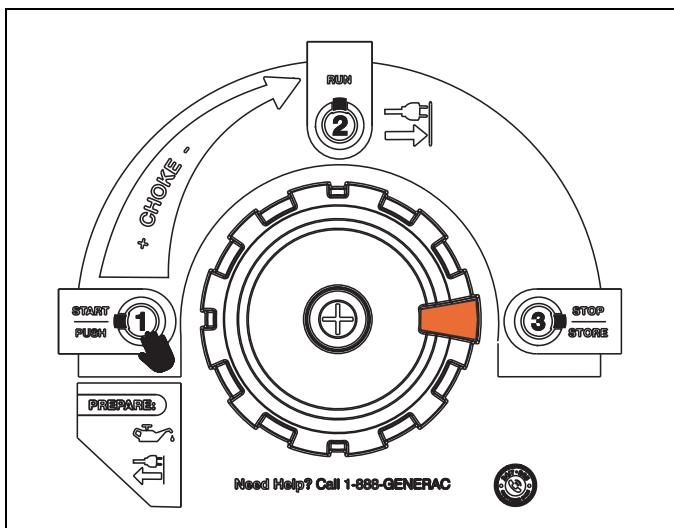

Figura 3-4. Posición STOP (Parada) de PowerDial
- Vea la Figura 3-4. Gire el PowerDial en sentido contrahorario a la posición STOP (Parada). Esto parará el motor e interrumpirá el flujo de combustible cerrando la válvula de combustible.